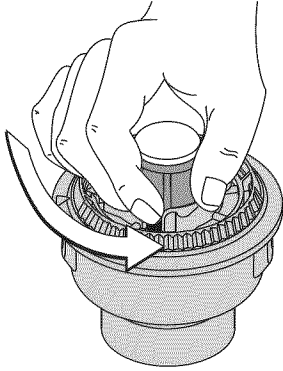

Fig. 17
1. Sostenga la bobina exterior y desenrosque la perilla percusiva en sentido antihorario (Fig. 17).